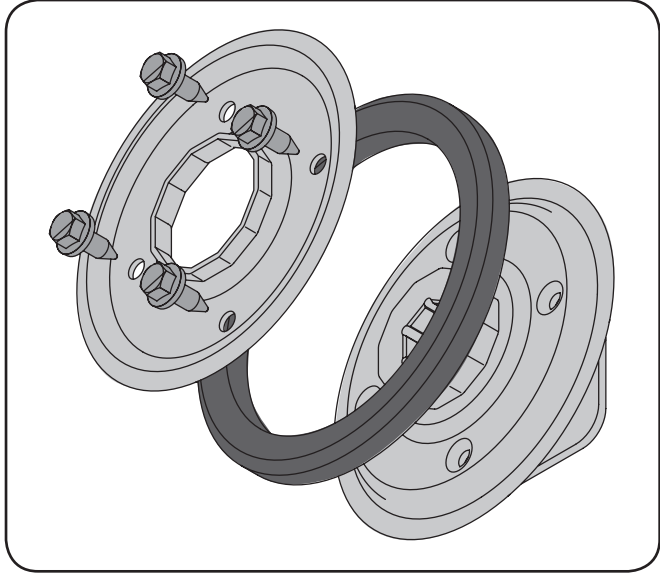

Figure 7-12
1. Enlevez les quatre vis qui maintiennent les plaques latérales de la roue de frottement. Voir la Fig. 7-12.